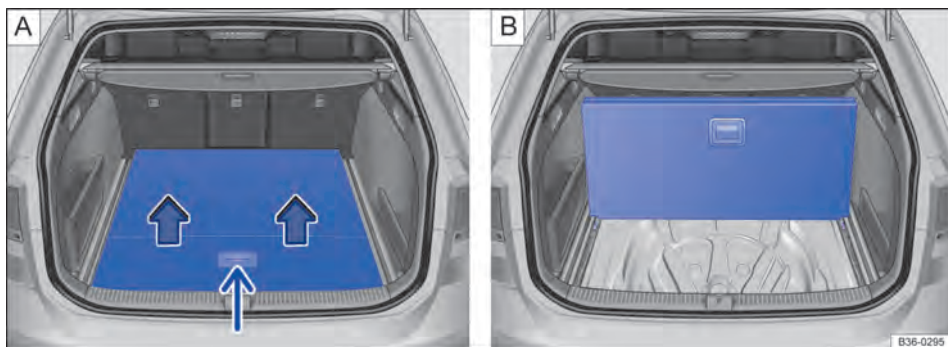

Fig. 192 No compartimento de bagagem: levantar o assoalho do compartimento de bagagem.
- Levantar o assoalho do compartimento de bagagem → Fig. 192 A (seta menor) e alinhar, conforme indicado → Fig. 192 B.